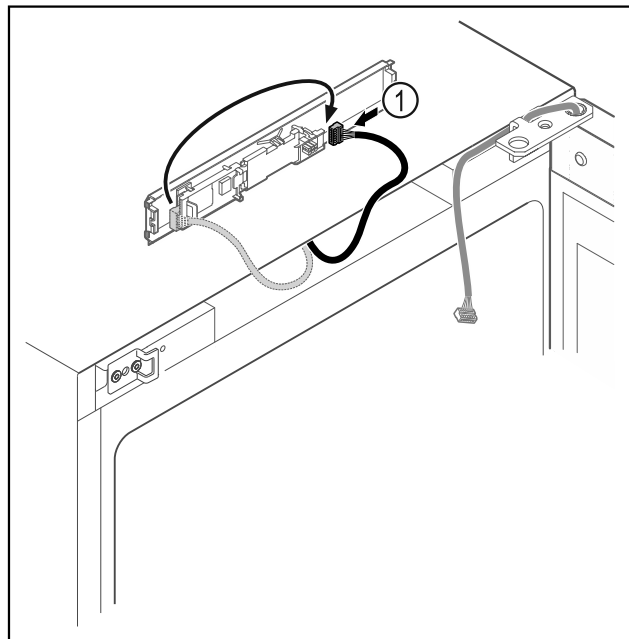

Fig. 11
- ▶ Pārspaudiet spraudni Fig. 11 (1) uz shēmas plati.